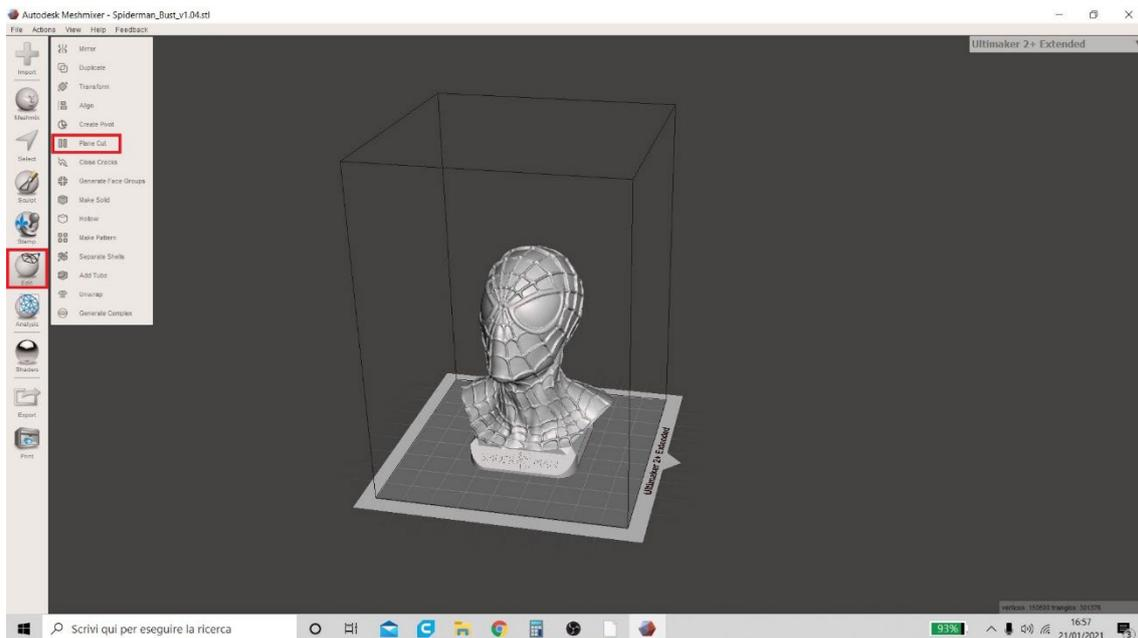

Figura 2 Meshmixer
2. Una vez que el modelo se haya importado al Software, haga clic en el menú "Editar" (presente a la izquierda como se muestra en la Figura 2 Meshmixer) y elija la función "Corte de plano". Esta función le permite generar una vista previa del plan de corte y el usuario puede iniciar el procedimiento para cortar el modelo elegido.